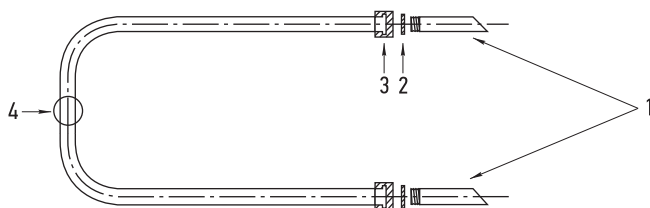

Рис. 5
4.1. Полотенцесушитель П-образный, «Гусли», «Лира», комплектуются согласно схеме подключения (рис. 5, 6, 7):
6.4. Монтаж полотенцесушителя производить согласно схеме (см. рис. 5, 6, 7, 8).